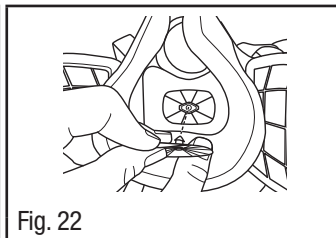

Fig. 22
2. Remplacer la soupape en alignant la tige de la soupape avec le trou situé au centre du siège de la soupape (Fig. 22).